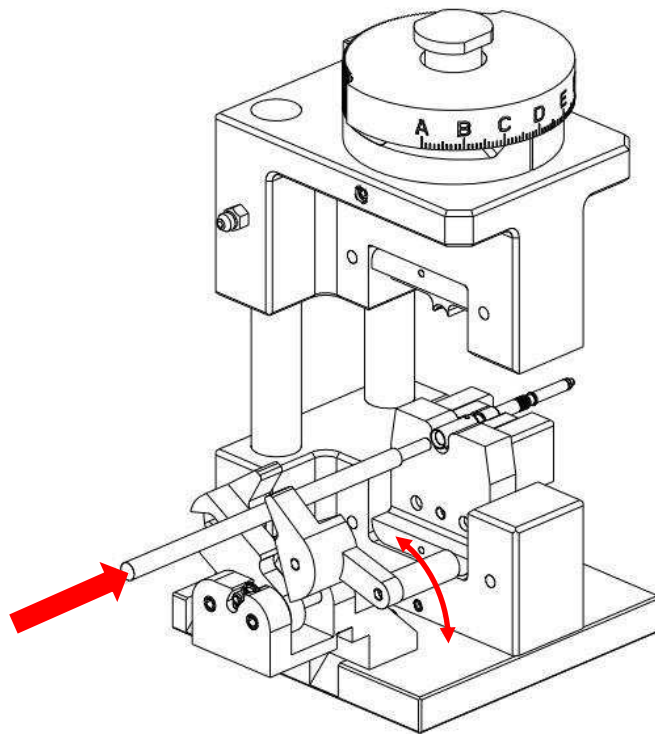

图 4
2. 向下按压控制杆，以打开电线钳，将剥好的电线插入端子（请参阅图 4），松开控制杆，将线缆固定到位。